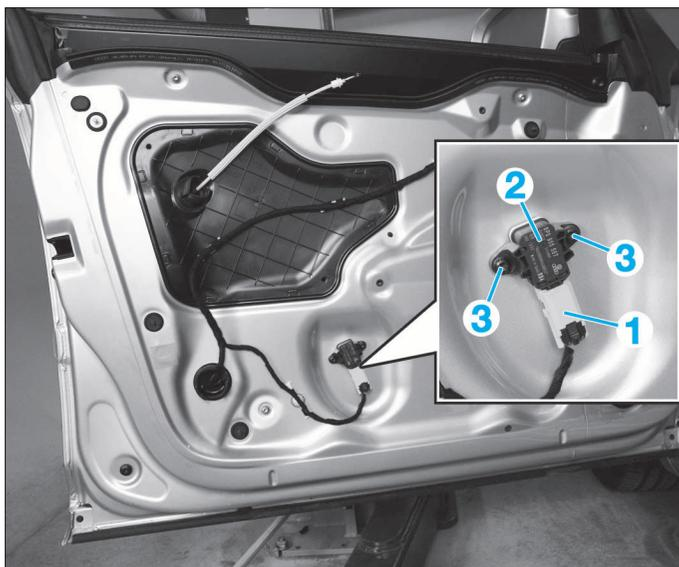

FIG. 23
- Débrancher le connecteur (1) du capteur de collision (2) (Fig.23).